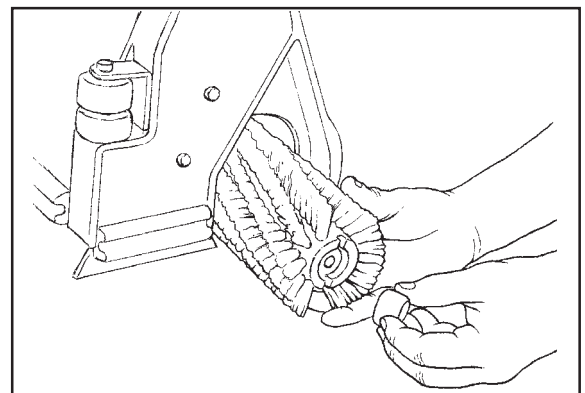

Рисунок 24
6. Выньте щётку и промежуточное кольцо щётки (смотрите рис. 24).